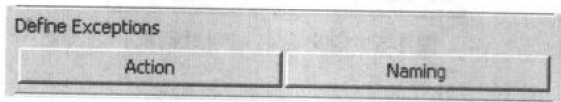

图 1-8 定义例外
- 定义例外（Define Exceptions）：如图 1-8。